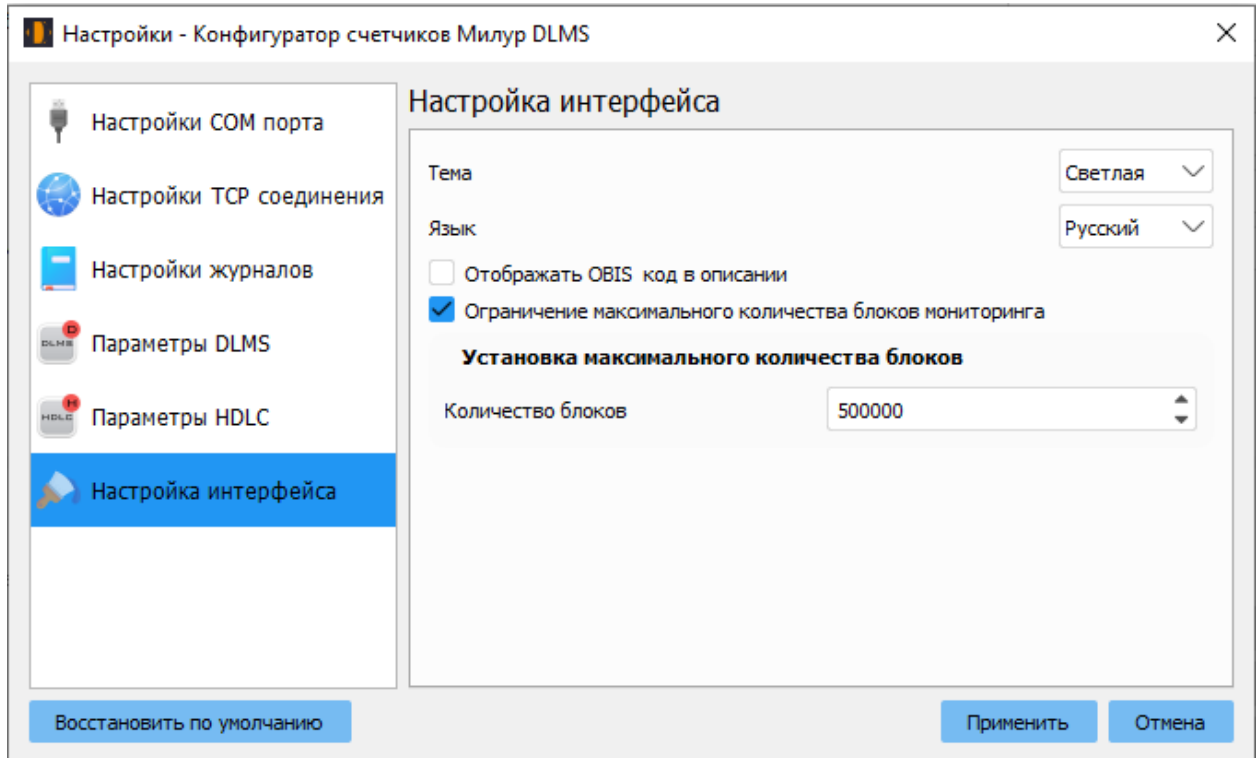

Рисунок 7
4.2.6 «Файл» → «Настройки» → «Настройка интерфейса» (рисунок 7)